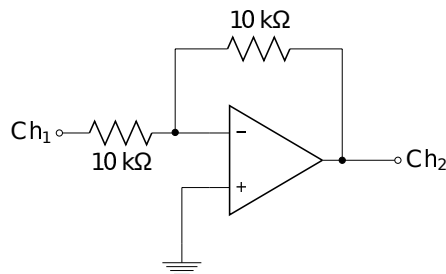

Figura 10.4: Diagrama eléctrico del experimento a realizar.
9. Armar el circuito eléctrico mostrado en la Figura 10.4: